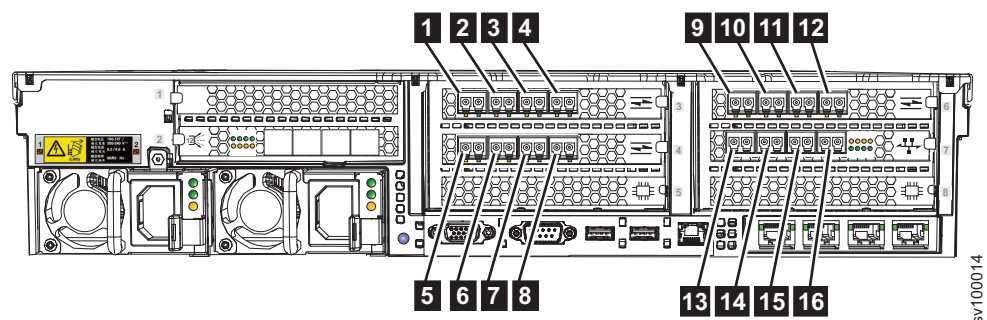

Figure 17. Numéros des ports Fibre Channel dans une configuration standard
La figure 17 présente les numéros de port Fibre Channel (FC) physiques lorsque la carte Ethernet optique 10 Gbits/s est configurée pour les communications Fibre Channel over Ethernet (FCoE).